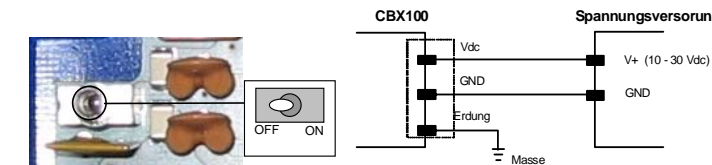

Abbildung 3 - ON/OFF-Positionen des Netzschalters
Stellen Sie den CBX100-Netzschalter auf ON (siehe Abbildung 3 - ON/OFF-Positionen des Netzschalters). Die Power LED leuchtet blau, wenn der Spannungsanschluss die richtige Polarität hat. Bei falscher Polarität leuchtet diese LED rot.
Über den Netzschalter (siehe Abbildung 3 - ON/OFF-Positionen des Netzschalters) wird die Spannungsversorgung sowohl für die CBX100 als auch für das angeschlossene Lesegerät ein- bzw. aus-geschaltet (ON und OFF).
- 2) Stellen Sie sicher, dass der Netzschalter der CBX100 auf „OFF“ steht (siehe Abbildung 3 - ON/OFF-Positionen des Netzschalters)